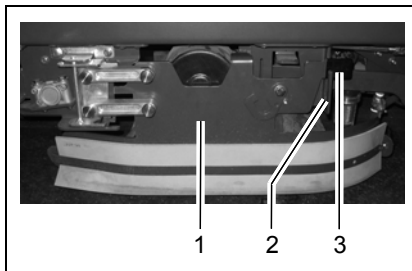

Abb. 4
1. Abstreifer (Abb. 4/1) öffnen:
am Griffpunkt (Abb. 4/3) anfassen, Abstreifer (Abb. 4/1) anheben, nach vorne außen aufschwenken und absetzen (Wartungsstellung).
11. Abstreifer (Abb. 4/1) schließen:
am Griffpunkt (Abb. 4/3) anfassen, Abstreifer (Abb. 4/1) anheben, zur Maschine schwenken und in Abstreiferverriegelung (Abb. 4/2) absenken.
Der Abstreifer (Abb. 4/1) befindet sich nun in Arbeitsstellung.